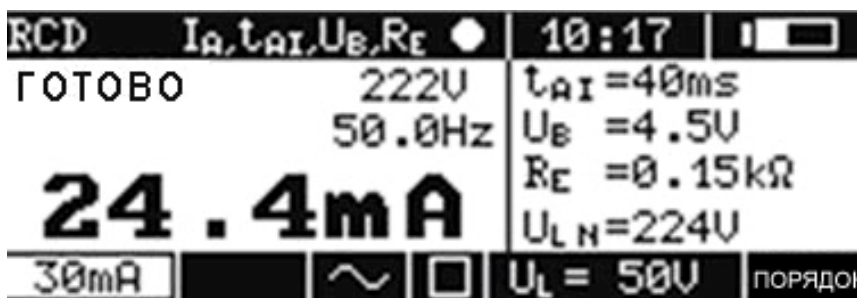

Рис.18. Вид экрана при измерении тока отключения УЗО
Примерный вид экрана представлен на Рис.18. Надпись **ГОТОВО** сообщает, что напряжение на клеммах измерителя соответствует диапазону, в котором можно выполнить замер. Если температура внутри измерителя превысит допустимую, на месте надписи **ГОТОВО** появится символ **16** **?**.
- измерительные провода подключить согласно Рис.18; перед запуском измерения прибор замеряет и отображает напряжение U_{L-N} и частоту сети;